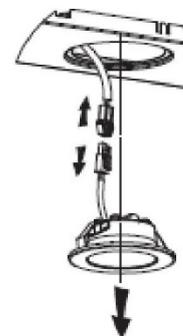

Abb. 2
- Verwenden Sie ein Werkzeug oder die Hand, um den Federsplint auf beiden Seiten der LED-Leuchte nach innen zu drücken, bis die Leuchte herausgedrückt ist, siehe Bild 1. Ziehen Sie dann das Lichtanschlusskabel vorsichtig heraus, und lösen Sie die Klemme des Lichtanschlusses. Siehe Abb. 2